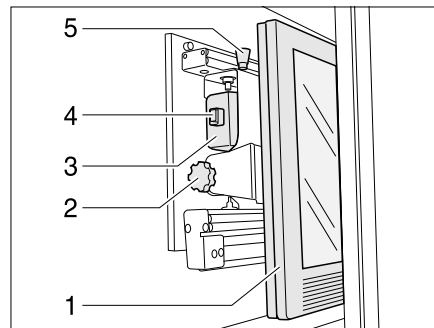

Bild 73 TV-Schrank
- Entriegelungsknopf (Bild 73,5) drücken und Halterung für den Flachbildschirm am Griffstück (Bild 73,4) bis zum Anschlag nach vorn ziehen.
- Entriegelungsknopf (Bild 73,1) ziehen und Flachbildschirm (Bild 73,2) in die gewünschte Position schwenken.
- Rändelschraube (Bild 73,3) lösen.